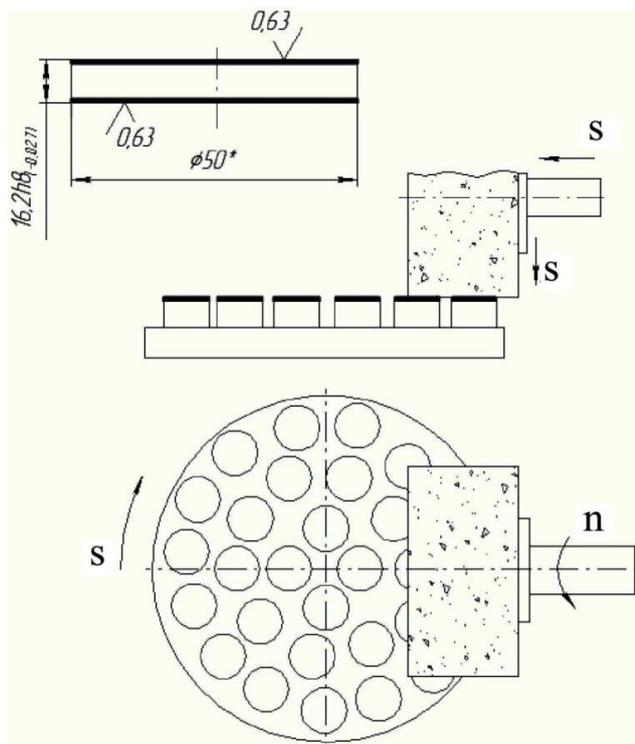

Рис. 2. Схема обробки
*Приклад 2. Визначити норму штучного часу на операцію шліфування поверхні шайби (рис. 2).*